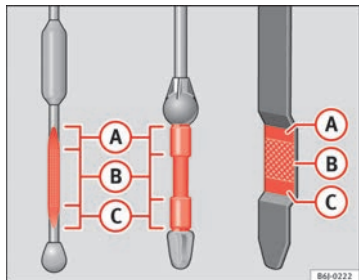

Abb. 125 Ölmesstab
- Den Messstab anschließend wieder herausziehen und den Ölstand ablesen ⇒ Abb. 125. Füllen Sie gegebenenfalls Motoröl nach.